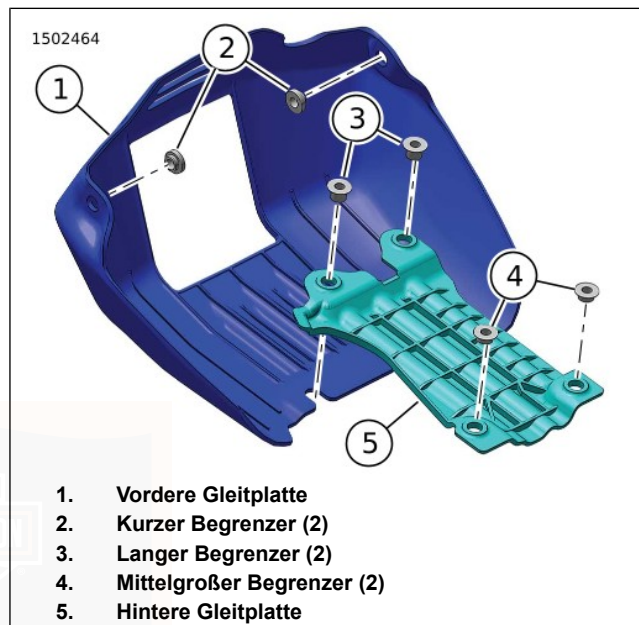

Abbildung 89. Zweiteilige Gleitplatte – Vordere und hintere Begrenzer
1. Abbildung 89 Sicherstellen, dass sowohl die langen als auch die mittelgroßen Begrenzer (3 und 4) ordnungsgemäß positioniert sind.
1. Abbildung 89 Sicherstellen, dass die kurzen Begrenzer (2) ordnungsgemäß positioniert sind.